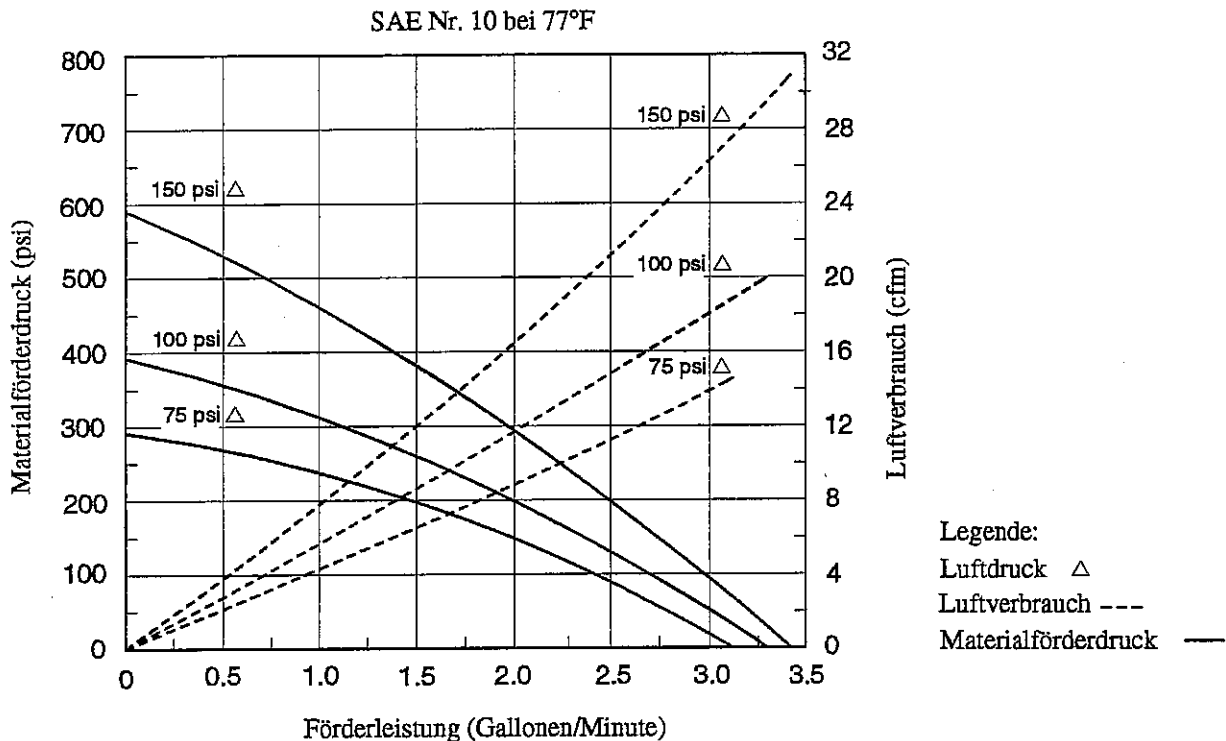

Abbildung 3 Förderleistung im Vergleich zu Förderdruck und Luftverbrauch
* Beziehen Sie sich für weitere Angaben auf Abbildung 3